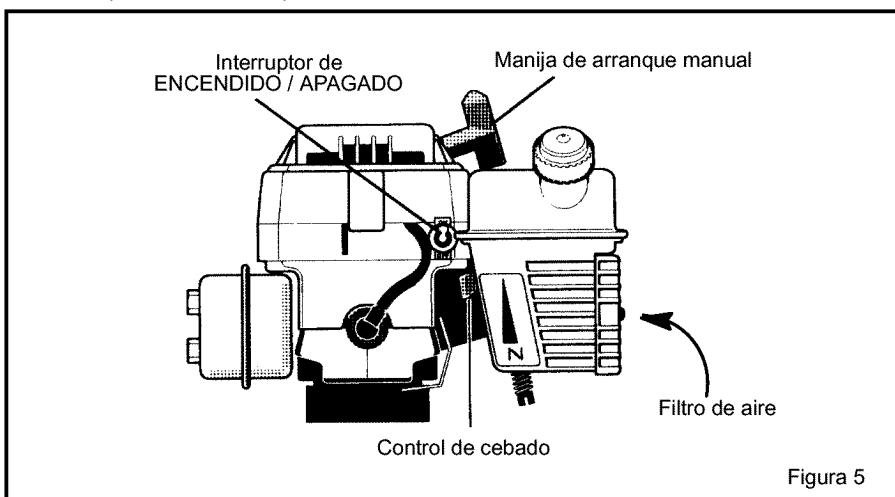

Figura 5
2. Mueva el interruptor de encendido–apagado (on–off) a la posición ON (vea la Figura 5).